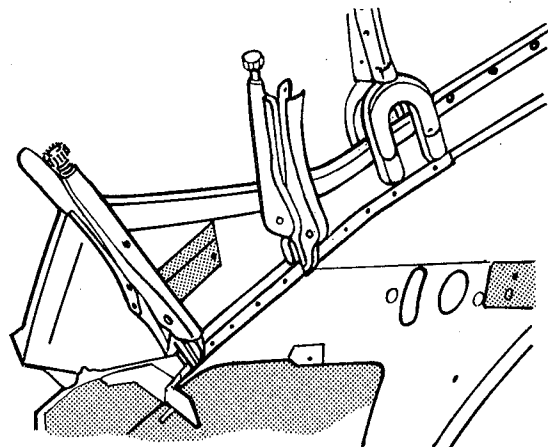

fig. 157
5. Posicionar o novo painel e fixá-lo com grampos (fig. 157)